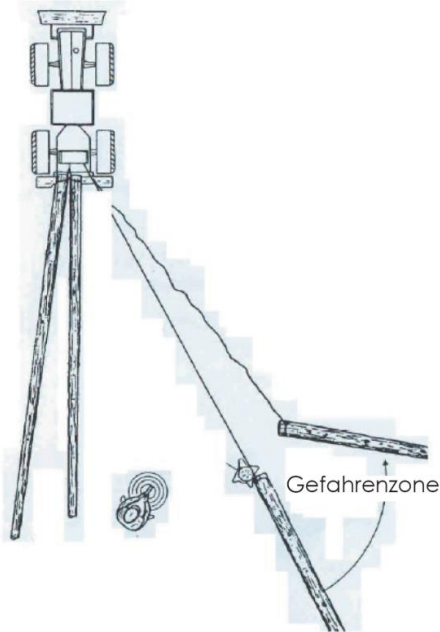

Bild 6
34. Die Winde darf nur von einem sicheren Standplatz aus bedient werden, so dass der Windenführer nicht durch das Gerät selbst, die Last, das Seil oder die Anschlagmittel gefährdet wird. Ein sicherer Standplatz ist der Fahrersitz, wenn die Winde ein ausreichend bemessenes Schutzgitter besitzt. Bei Bedienung der Winde außerhalb des Fahrersitzes muss für den Windenführer ein entsprechender Schutz gewährleistet sein, z. B. durch den Schlepper selbst, durch einen sicheren Standort in ausreichendem Abstand vom Schlepper, beispielsweise hinter einem Baum. Langholz kann seitlich neben dem Seilanslag, Holzabschnitte können hinter der Last begleitet werden (Bild 6).